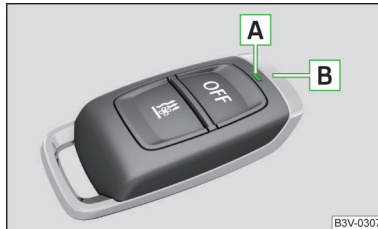

Abb. 131
**Beschreibung der Funk-Fernbedienung** » Abb. 131
Zum Ein-/Ausschalten die Funk-Fernbedienung senkrecht, mit der Antenne **B** » Abb. 131 nach oben, halten. Die Antenne darf dabei nicht mit den Fingern oder der Handfläche überdeckt werden.